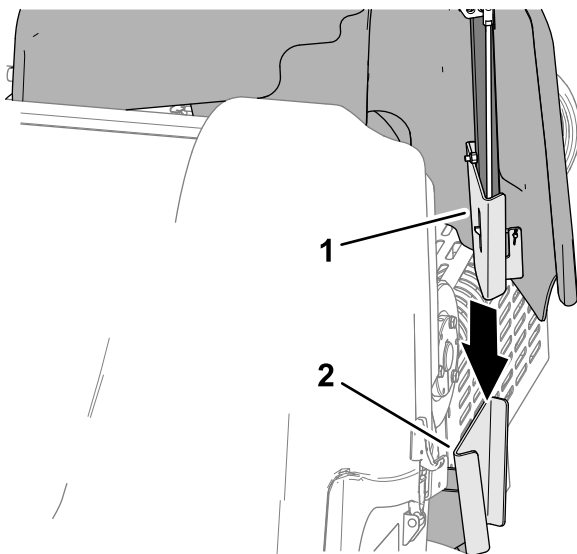

図 133
1. ベルトカバーの取り付けブラケットを、マシンのフレームのカバーサポートブラケットに合わせる 図 133。